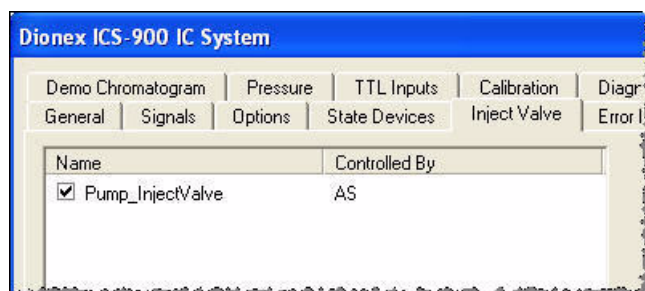

Abbildung 3-12. ICS-900-Eigenschaften: Injektionsventil wird durch AS gesteuert
- Prüfen Sie bei einem AS, dass auch „AS“ angezeigt wird (siehe Abbildung 3-12).